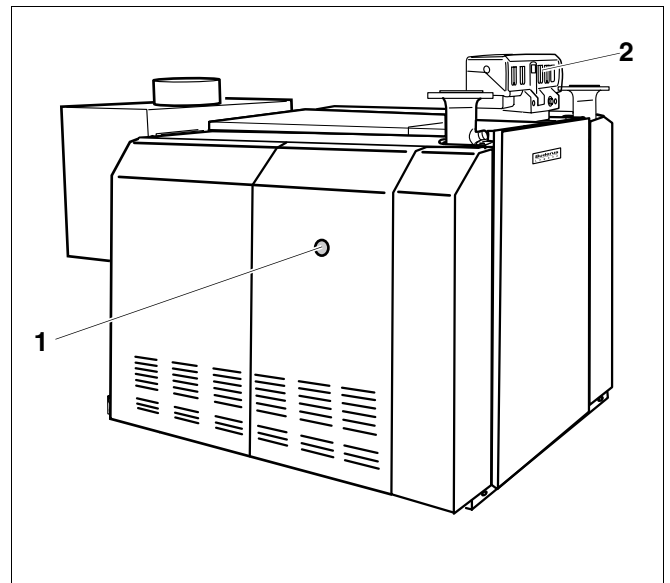

Fig. 4 Ejemplo GE434: Eliminación de los fallos del quemador
En caso de producirse un fallo en el quemador se encenderá el piloto de fallos (fig. 4, **pos. 1**) del quemador afectado de la caldera.
- Pulse la tecla contra perturbaciones del quemador afectado (fig. 4, **pos. 1**) a través del orificio de la cubierta del quemador.